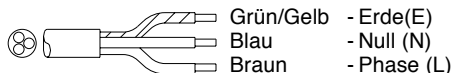

Abb. 2
- (Abb.2) Stromausführung 220V-240V 1 Phase mit Steckeranschluß.
- (Abb.2) Stromausführung 220V-240V 1 Phase (3 adriges Kabel).
Bei Abb. 2 gelten folgende Anmerkungen:
Das 3 adrige Anschlusskabel (Abb. 2) enthält folgende Leiter: